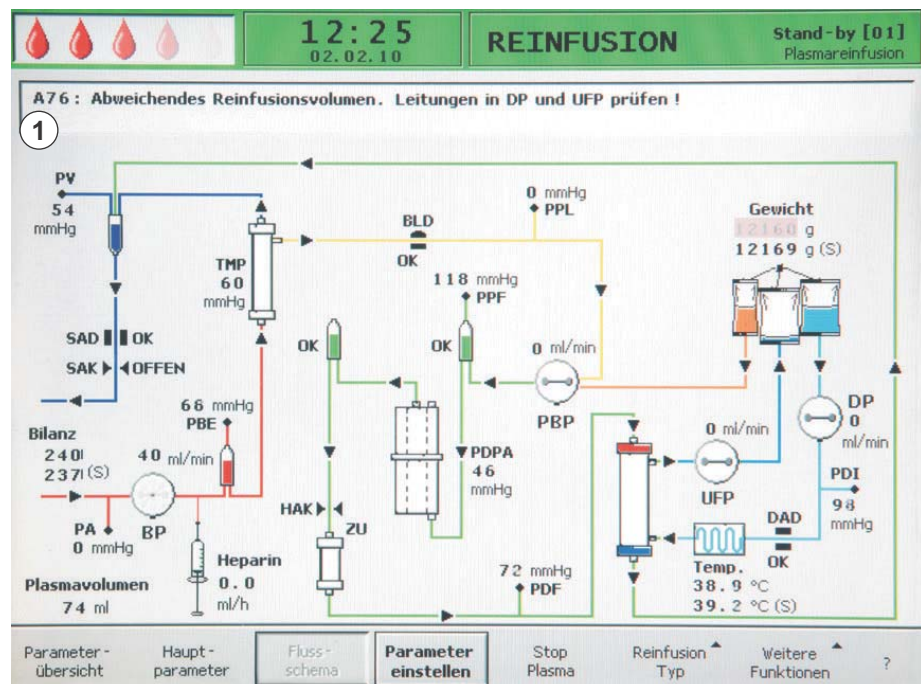

Abb. 9-1 Alarmanzeige in der Alarm-/Hinweiszeile
Eine Alarmsituation erfordert stets die besondere Aufmerksamkeit und die umgehende Bearbeitung durch den Anwender. Alarme werden in der Alarm-/Hinweiszeile dargestellt (Abb. 9-1, ①) und von einem Alarmton begleitet.